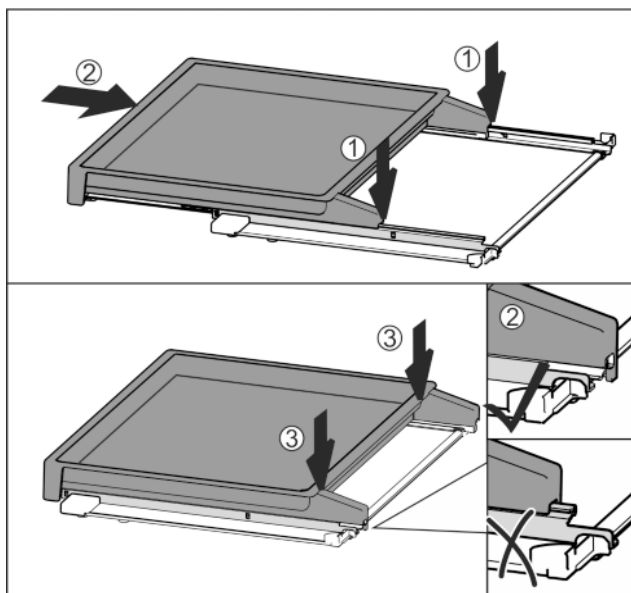

Fig. 35
- ▶ Установить по центру на направляющие Fig. 35 (1).
- ▶ Вставить вытяжную панель полностью Fig. 35 (2).
- ▶ Нажимать на задней стороне до тех пор, пока не будет слышна фиксация Fig. 35 (3).